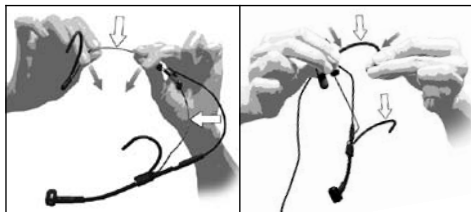

Fig. 6: Come piegare l'archetto sotto-nucale e l'archetto auricolare
Vedi fig. 6.
- Tenete l'archetto sotto-nucale e l'archetto auricolare fermi nei punti indicati nella fig. 6 e piegateli **prudentemente** un po' verso l'interno.